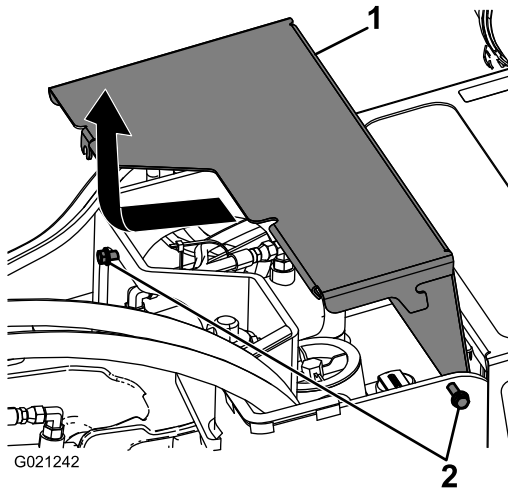

Bild 24
2. Lösen Sie die zwei Schrauben, mit denen die vordere Abdeckung an der Maschine befestigt ist (Bild 24).
3. Schieben Sie die Abdeckung etwas nach vorne und ziehen sie hoch, um sie zu entfernen (Bild 24).
2. Schieben Sie die vordere Abdeckung in die richtige Position und ziehen die zwei Schrauben an, mit denen sie an der Maschine befestigt ist (Bild 24).